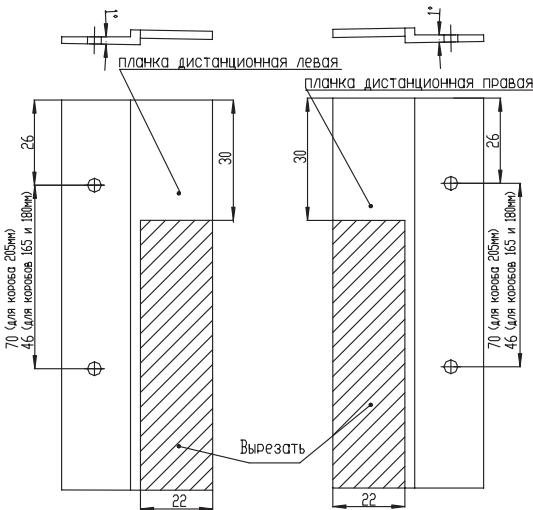

Рис. 4. Разметка отверстий на дистанционных планках
- в планке выполнить вырезы и просверлить два отверстия **Ø 4,2** мм (рис. 4). Планка имеет две горизонтальные полки, одна из которых сужается под углом 1°. Вырез следует выполнять в полке, не имеющей уклона;